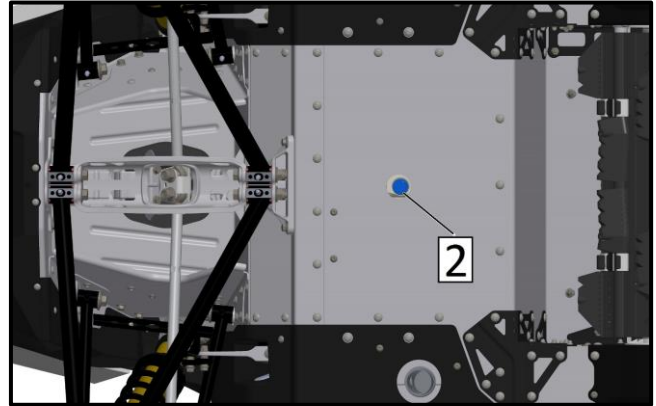

Рис. 9
7. Выкрутите сливную пробку (поз. 2, рис. 9) торцевой головкой 17 мм. Извлеките масляный щуп и дождитесь полного слива масла.